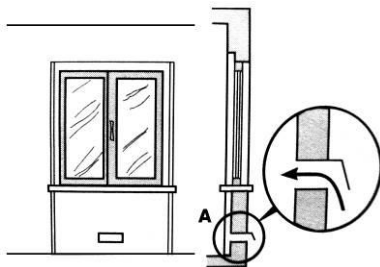
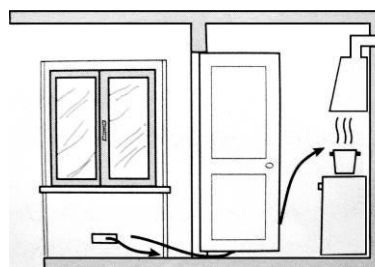

Fig.3
Fig.4
- b)** La sala debe estar permitida para la entrada de aire que es adecuada para la combustión. El flujo de aire para fines de combustión no debe ser inferior a $2 \text{ m}^3 / \text{h}$ por kW de capacidad instalada. El suministro de aire se efectuará mediante la entrada desde el exterior a través de un conducto, su sección transversal interna es de al menos 100 cm^2 y no debe bloquearse accidentalmente. La encimera de gas sin dispositivos de seguridad, para evitar que la llama se apague accidentalmente, debe tener una ventilación que funcione con el doble de volumen. Por ejemplo, un mínimo de 200 cm^2 (Fig. 3). De lo contrario, la habitación puede ser ventilada indirectamente a través de habitaciones adyacentes que están equipadas con conductos de ventilación hacia el exterior. Aunque las habitaciones adyacentes no son áreas compartidas, las habitaciones, pero el riesgo de incendio está oculto (Fig. 4).